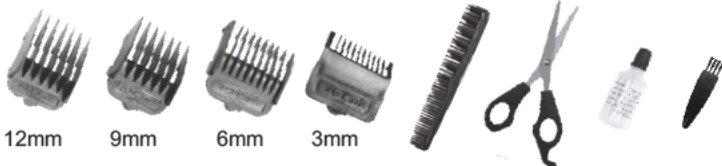

рисунок 1
- Концы зубцов съемного (наружного) лезвия должны быть выдвинуты приблизительно на 1,2 мм выше концов зубцов подвижного (внутреннего), как это показано на рисунке (рис.1).